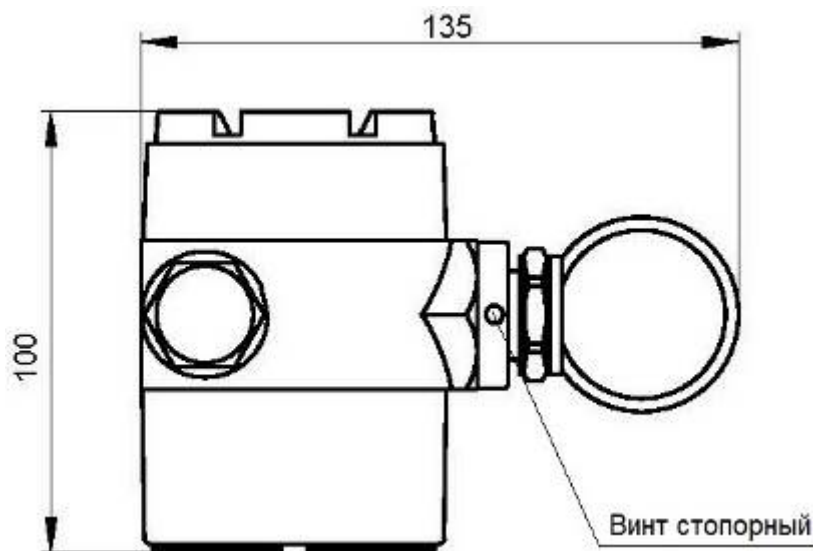

Рисунок 29. Уровнемер ВЕКТОР – вид сверху (показан условно).
- 1) при помощи ключа шестигранного 2 мм (входит в комплект поставки) ослабить стопорный винт (показан на рис. 29) - не более чем на 1 оборот;